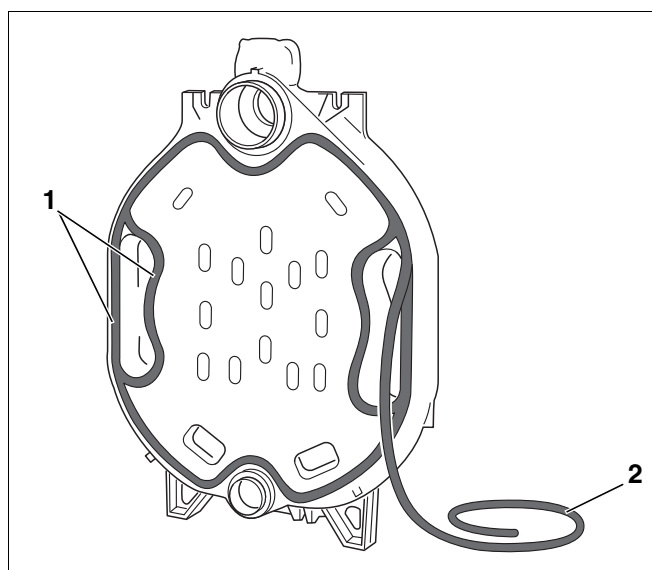

Fig. 11 Inserimento del cordone ermetizzante (cordone KM)
- ▶ Applicare il cordone ermetizzante (cordone KM: fig. 11, [2]) nella scanalatura di tenuta (fig. 11, [1]) sulla parte anteriore dell'elemento posteriore, iniziando dal settore del mozzo superiore e premendo leggermente. Sovrapporre ai giunti il cordone ermetizzante per 2 cm e premerli bene l'uno sull'altro.